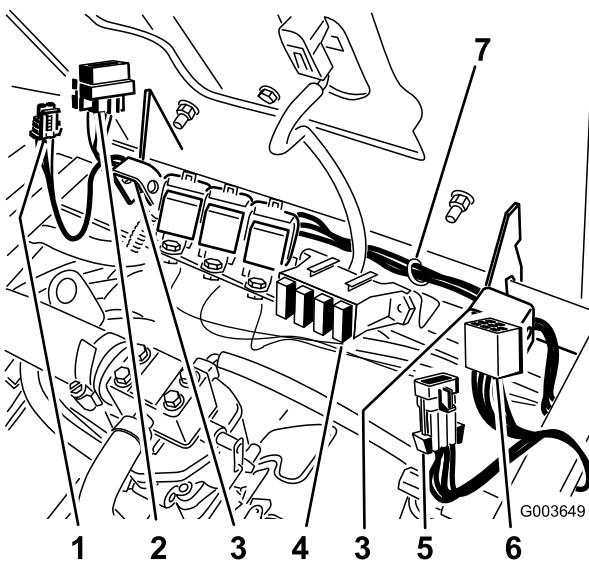

Figura 33
- Disponete il cablaggio lungo le cerniere del sedile, dall'interruttore al relè montato in precedenza sulla valvola (Figura 33).
Installate il fusibile nello slot destro nel portafusibili (Figura 33).